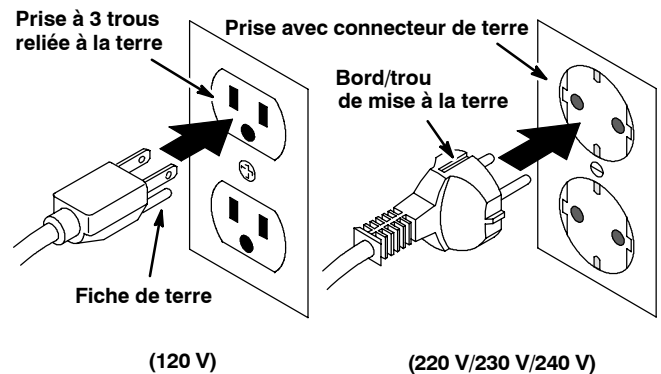

FIG. 1
3. Branchez le fil dans la prise murale (Figure 1).